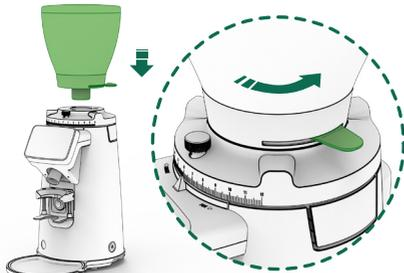

Fig. 1
Colocar la tolva (2) en el regulador de molienda (8) y asegurarse que el obturador de café (4) está en la posición de cerrado (Fig. 1).